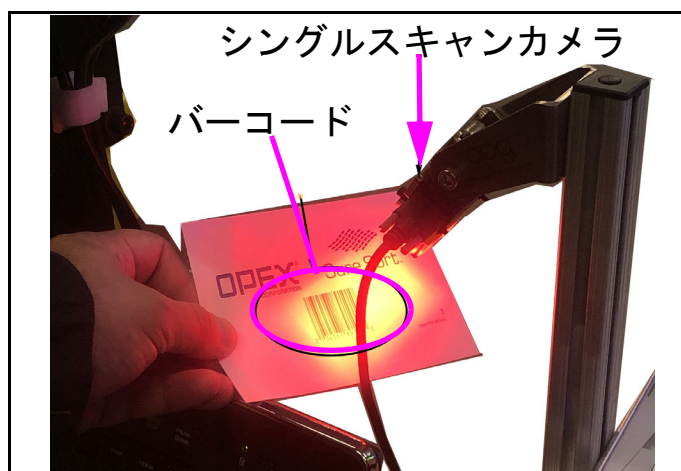

図 4-36: バーコードのスキャン
3. シングルスキャンカメラを使用している場合、バーコードをカメラの真下に向けて物品を持ちます（146 ページの図 4-36 を参照）。ハンドスキャナーを使用している場合は、スキャナーライトをバーコードの中央に向けます。